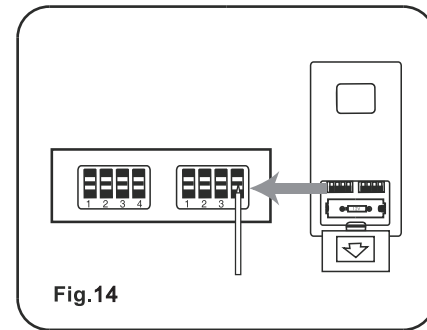

Fig.14
Paso 3. Si su caja de distribución tiene un alambre a tierra (verde o cobre) conéctelo a los alambres a tierra (verdes) de la Esfera de Soporte y la Abrazadera de Montaje. Si su caja de distribución no tiene un alambre a tierra, entonces únicamente conecte los dos alambres a tierra de la Esfera de Soporte y la Abrazadera de Montaje. Asegure la conexión con un conector de plástico proveído. (Fig. 14)